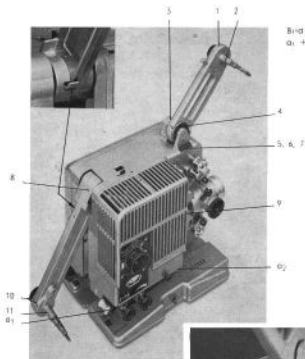

Bild 19
5. Wenn die Umspulgeschwindigkeit zum Schluß stark abzufallen beginnt, Zug der Umpulfraktion mit Hilfe des Bremshebels vermindern (Bild 19/b).
Nach etwa 8 Betriebsstunden durch rote Punkte gekennzeichnete 14 Ölstellen und die beiden Führungsrollen a₁ und a₂ (Bild 19 und 20) mit Shell-Öl Vitrea 41 ölen